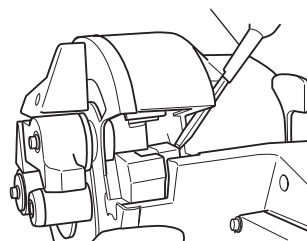

Fig. 11
- Le retrait du couteau inférieur s'effectuera en toute facilité en le serrant avec un tournevis à tête Phillips, comme indiqué sur le schéma suivant. (Fig. 11)